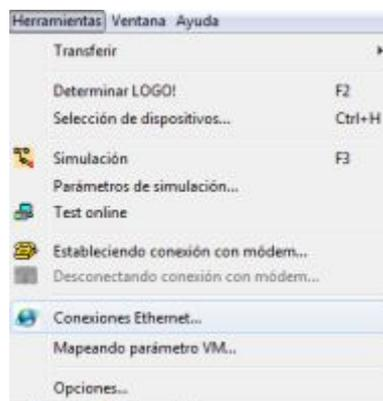

FIGURA 110: Barra menú - Herramientas.
- En la barra de menú, ir a herramientas y seleccionar “conexiones Ethernet” (FIGURA 110).